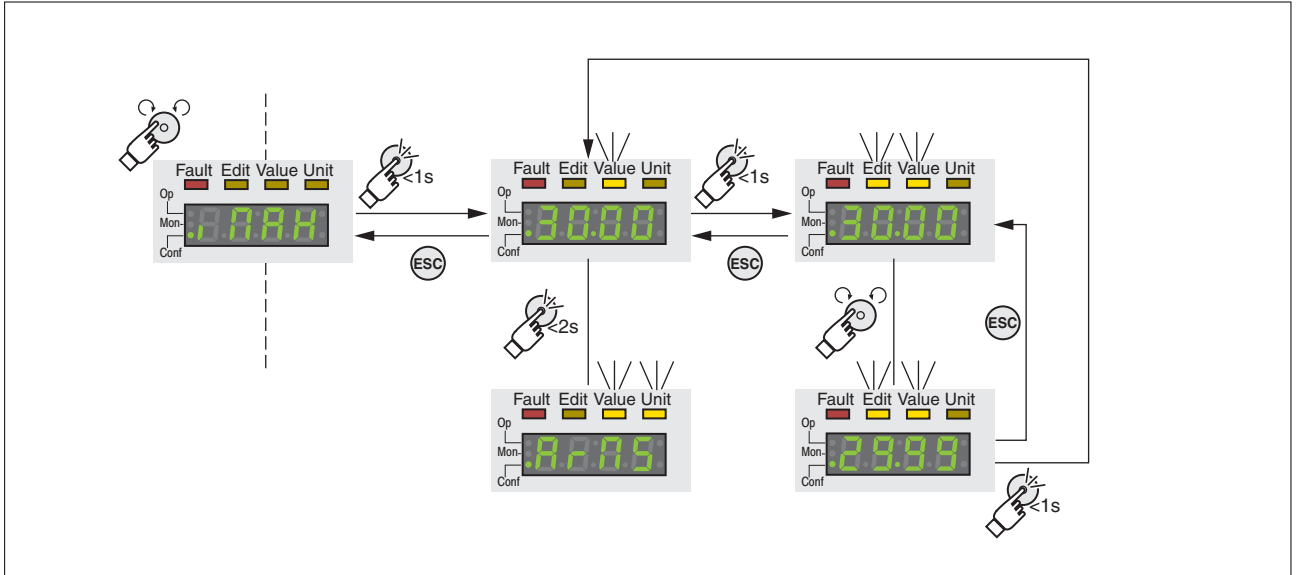

Ilustración 52: HMI integrada, ejemplo para ajuste de parámetros
- El parámetro i_{PRH} (iMax) puede visualizarse en la indicación de 7 segmentos, véase Ilustración 52.